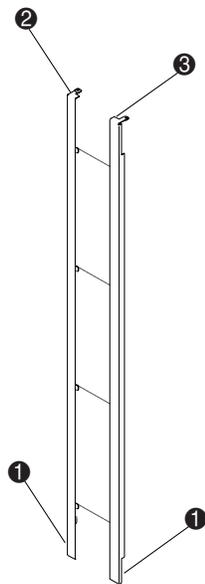

Figura 2-17. Assemblaggio del pannello posteriore
1. Montare i pannelli di copertura maschio ② e femmina ③ come illustrato in Figura 2-17.